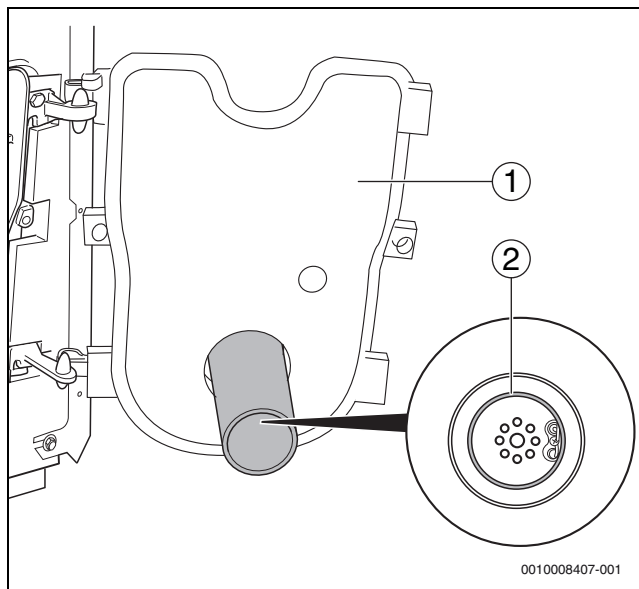

Fig. 46 Controllo della guarnizione posizionata correttamente
- Chiudere la porta del bruciatore (→ fig. 46, [1]) e serrare le viti di fissaggio della porta del bruciatore (ca. 10 Nm).